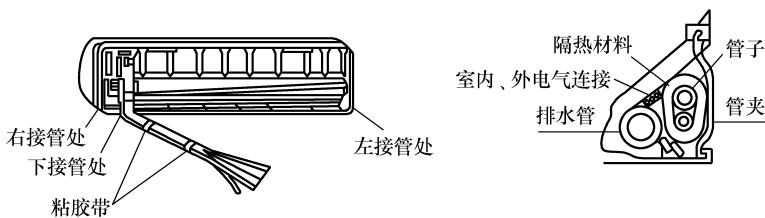

图 5-15 管路的布置
1) 管路的布置。根据选择的室内、外机的安装位置以及穿墙孔的位置，布置连接管、排水软管和连机线，布管时排水管要放在下面，连接线要放在上面。排水管一定要用隔热材料进行缠绕保温处置。管路的布置如图5-15所示。